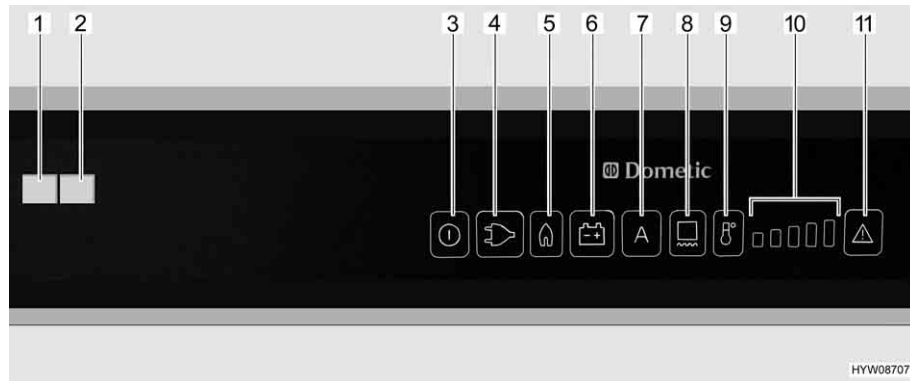

Bild 217 Bedienelemente für den Kühlschrank (Dometic RMD)
Wenn der Betriebsmodus "AES" eingestellt ist, **keine** 230-V-Versorgung angeschlossen und der Fahrzeugmotor **ausgeschaltet** ist, wählt das AES die Gasversorgung. Beim Anwählen des Gasbetriebs wird die Zündsicherung automatisch geöffnet, so dass Gas zum Brenner strömen kann. Gleichzeitig wird der elektronische Zünder eingeschaltet. Erlischt die Gasflamme, z. B. durch einen Luftzug, wird der Zünder sofort aktiviert und zündet das Gas wieder an. Bei Störung im Gasbetrieb blinken die Leuchttasten "Gas" (Bild 217,5) und "Störung" (Bild 217,11). Die Kontroll-Leuchte "Störung" (Bild 217,1) leuchtet und es ertönt 20 Sekunden lang ein akustischer Alarm.
Nach dem Einschalten wählt der Kühlschrank automatisch die mittlere Thermostateinstellung. Diese Einstellung kann manuell mit der Taste Thermostatenstufenauswahl (Bild 217,9) nachgeregelt werden. Die Kontroll-Leuchten (Bild 217,10) zeigen die gewählte Thermostateinstellung an. Mit der Taste Thermostatenstufenauswahl wird die Kühltemperatur für alle drei Energiearten eingestellt. Es dauert einige Stunden, bis der Kühlschrank die normale Betriebstemperatur erreicht hat. Beim Umschalten der Betriebsart wird die Thermostateinstellung beibehalten. Die Kühltemperatur wird unabhängig von der Energieart beibehalten.
- Rahmenheizung für eine Dauer von 2 Stunden einschalten: Taste (Bild 217,8) einmal drücken. Ein Balken der Thermostatenstufenanzeige (Bild 217,10) leuchtet.
- Rahmenheizung für eine Dauer von 5 Stunden einschalten: Taste (Bild 217,8) zweimal drücken. Zwei Balken der Thermostatenstufenanzeige (Bild 217,10) leuchten.
- Rahmenheizung auf Dauerbetrieb stellen: Taste (Bild 217,8) dreimal drücken. Drei Balken der Thermostatenstufenanzeige (Bild 217,10) leuchten.
Die Thermostatenstufenanzeige (Bild 217,10) zeigt einige Sekunden lang die Betriebsdauer der Rahmenheizung an.
Bei hohen Außentemperaturen und hoher Luftfeuchtigkeit kann es zur Wassertropfenbildung am Metallrahmen des Frosterfachs kommen. Deshalb ist der Kühlschrank mit einer Rahmenheizung für das Frosterfach ausgestattet. Bei hohen Temperaturen und hoher Luftfeuchtigkeit die Rahmenheizung über die Taste (Bild 217,8) einschalten. So lässt sich Korrosion vermeiden. Wenn die Rahmenheizung eingeschaltet ist, leuchtet die Leuchttaste (Bild 217,8).
- Taste Ein/Aus (Bild 217,3) etwa 2 Sekunden lang drücken. Der Kühlschrank schaltet sich ein, die zuletzt eingestellte Energieart oder "AES" wird angezeigt.
- Kühltemperatur mit Taste Temperaturstufenauswahl (Bild 217,9) einstellen. Die Kontroll-Leuchten (Bild 217,10) zeigen die gewählte Thermostateinstellung.
- Taste Ein/Aus (Bild 217,3) etwa 2 Sekunden lang drücken. Der Kühlschrank schaltet sich aus, keine Anzeigen leuchten mehr.